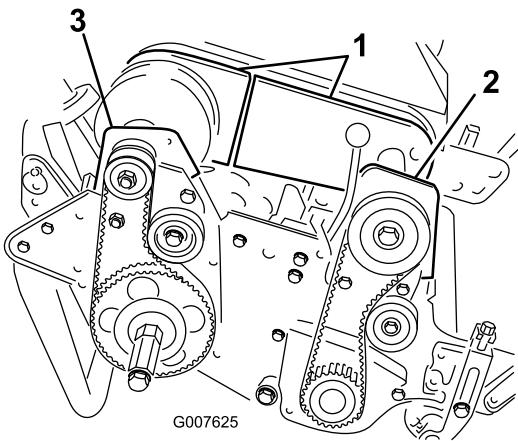

Figure 41
- Retirez les vis de fixation des sections avant et arrière du couvercle du différentiel sur le boîtier du différentiel et enlevez les sections pour exposer la courroie (Figure 41).
6. Retirez les 2 boulons et contre-écrous de fixation du carter d'embrayage avant à la plaque latérale (Figure 41).
8. Retirez les 2 boulons et contre-écrous de fixation du logement de roulement arrière droit à la plaque latérale (Figure 41).